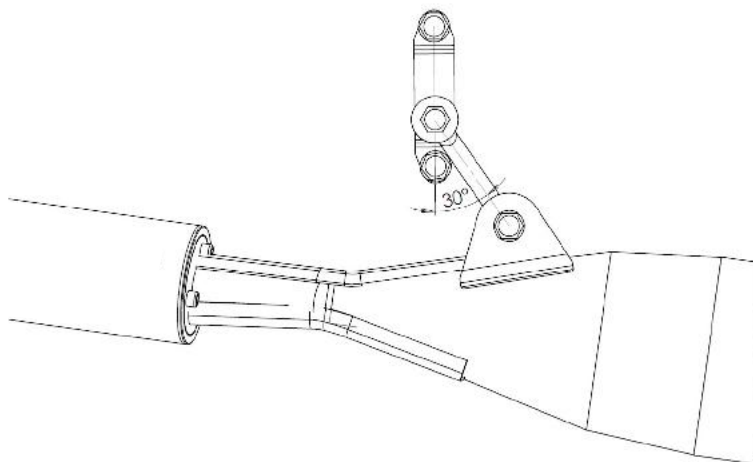

Fig 2
8. Ajustez l'angle en faisant glisser la fixation arrière vers l'arrière jusqu'à obtenir 30° (voir figure 2), puis serrez définitivement.
7. Die hintere Halterung nach hinten schieben, um einen Winkel von 30° zu erreichen (siehe Abbildung 2), und dann endgültig festziehen.